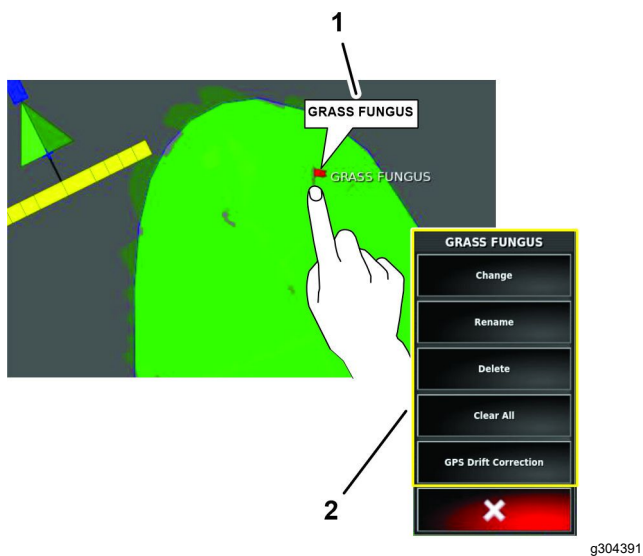

Рисунок 83
1. Нажмите пальцем точку с флажком на экране управляющей консоли и удерживайте нажатие, пока не появится всплывающее название точки с флажком (Рисунок 83).
Появится меню редактирования точки с флажком (Рисунок 83).